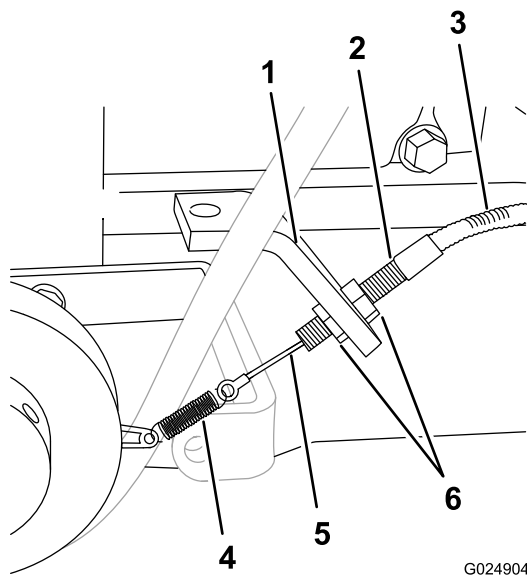

Figura 25
2. Afloje las 2 contratueras que sujetan el tensor del cable del embrague al soporte del embrague, y gire las tuercas a los extremos de la rosca del tensor (Figura 25).
- Sujete el tensor con una mano y levante un poco la camisa del cable (Figura 25).
- Manteniendo la tensión en el cable, utilice la otra mano para girar las contratuercas hasta que estén apretadas contra el soporte del embrague (Figura 25).
- Apriete las contratuercas para sujetar el tensor al soporte (Figura 25).
- Afloje un poco las 2 contratuercas (Figura 25).
- Gire las contratuercas en sentido horario para aumentar la tensión del cable, o en sentido antihorario para reducir la tensión (Figura 25).
- Apriete las contratuercas para sujetar el tensor al soporte del embrague (Figura 25).